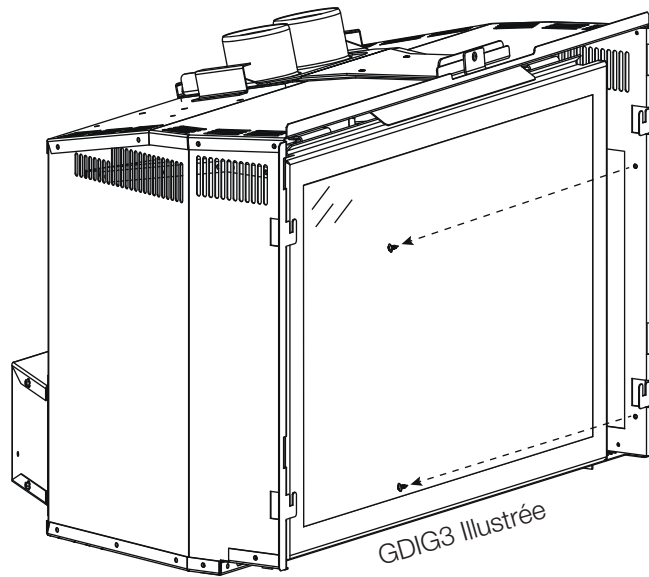

Fig. 3-6
2. Retirez les 2 vis du bord intérieur (**Fig. 3-6**) et ouvrez la porte de commande.